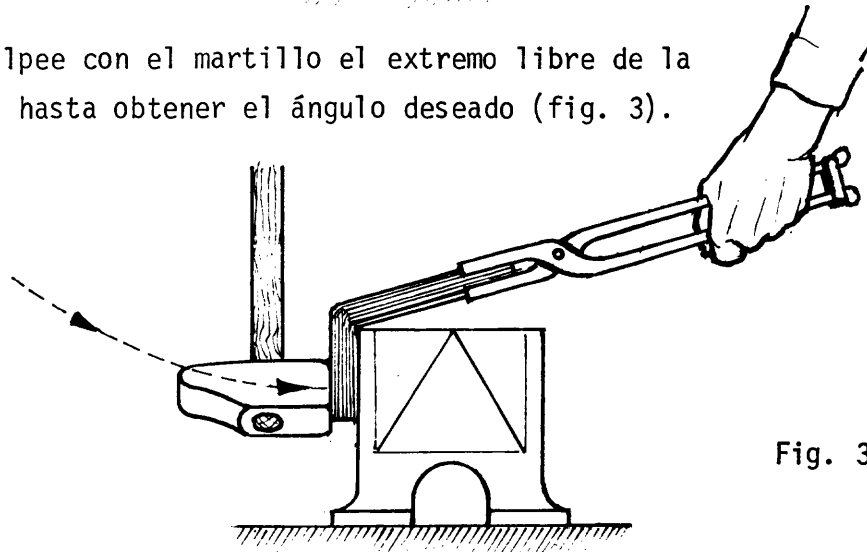

Fig. 3
- ___ b Golpee con el martillo el extremo libre de la pieza hasta obtener el ángulo deseado (fig. 3).